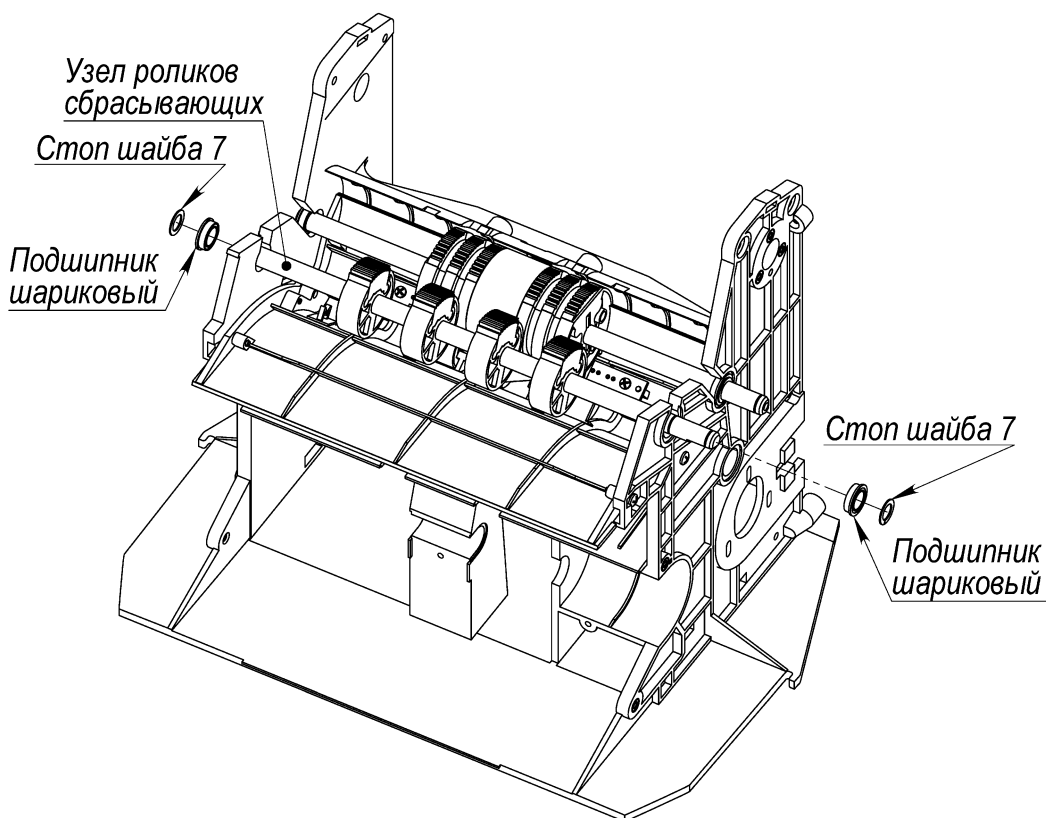

Рис. 69
8.19.1 Снять стоп шайбы 7 W0003 и подшипники шариковые MF128ZZ с вала узла роликов сбрасывающих (Рис. 69).